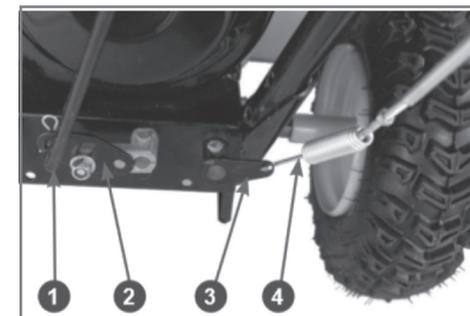

Рис. 4 Установка тяги переключения передач и троса включения шнеков
7. Установите тягу 1 от рычага переключения передач в кронштейн 2 оси переключения передач и зафиксируйте ее шплинтом (Рис. 4). Соедините пружину 4 троса включения шнеков с кронштейном 3 оси включения шнеков (Рис. 4).